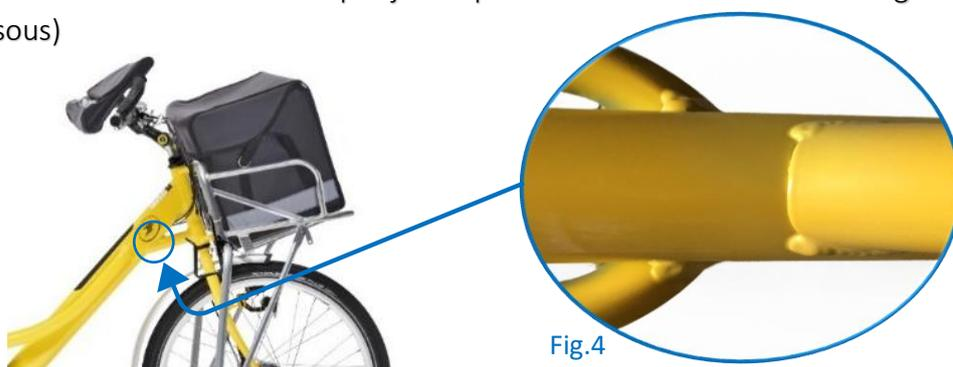

Fig.4
- Ne pas confondre une microfissure avec le procédé de soudage du gousset à l'avant corps où le cordon de soudure n'est volontairement pas jointif pour une meilleure tenue en fatigue du cadre (voir fig.4 vue de dessous)